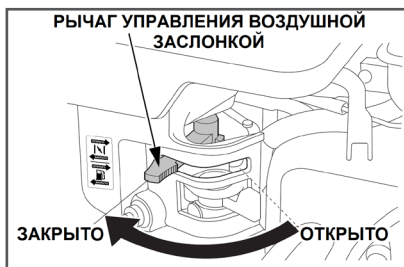

Рис. 29. Рычаг топливного крана
4. Откройте топливный кран переводом рычага вправо (Рис. 29).